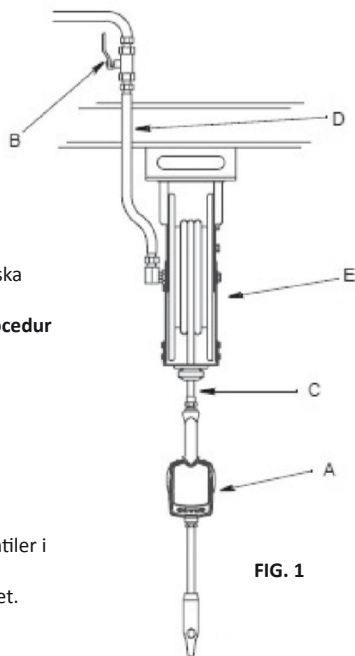

FIG. 1
FIG. 1 visar en normal installation av slangrulle.
1. Stäng vätskeavstängningsventilen (B, FIG. 1) i varje doseringsläge.
5. Öppna vätskeavstängningsventilen (B, FIG. 1) i doseringsläget. Spola ut tillräckligt med olja för att säkerställa att hela systemet är rent. Stäng ventilen.
2. Öppna alla avstängningsventiler i doseringsläget (B, FIG. 1) och starta pumpen för att trycksätta systemet. Se Drift, för korrekt användning av mätaren. För att säkerställa att du doserar rätt, blås ut all luft från vätskeledningarna och doseringsventilen innan du använder den.